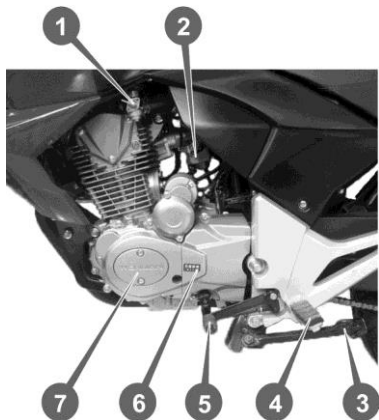
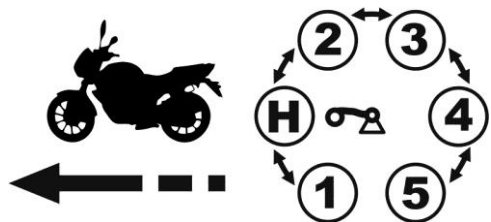

Рисунок 3.2.4. Силовой агрегат, вид слева.
Рис. 4.4.1. Схема переключения передач
2. Включить первую передачу, нажав ногой на рычаг переключения передач (см. рис. 3.2.4. и рис. 4.4.1.).